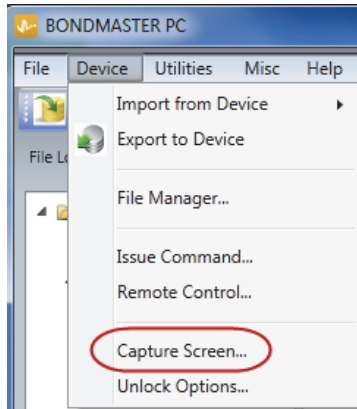

图 7-1 BondMaster PC 软件的设备菜单
3. 在 **Device**（设备）菜单中，选择 **Capture Screen**（截取屏幕）（参见第 172 页的图 7-1）。